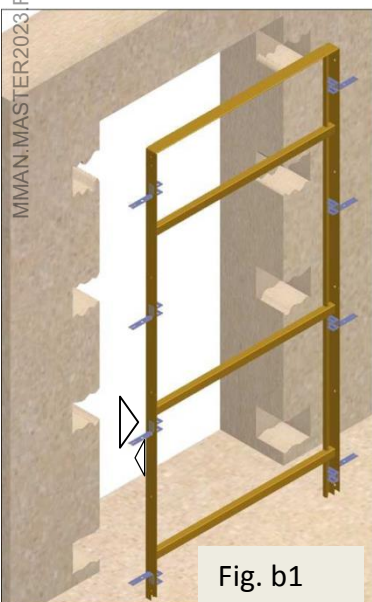

Fig. b1
- Predisporre lo scasso nel muro come indicato in fig. b1
- Mettere a piombo entrambe le spalle del falso, a livello la parte superiore e ad altezza definita di 1 m dal segno ►, come indicato in fig. b1 e b3, fissandolo provvisoriamente con cunei di legno.
- Prepare the wall seat as per fig. b1.
- Plumb both sides of the subframe, keep the level of the top beam and the mark at the defined height of one meter ►, as shown in the figure b1 and b3, fixing it temporarily with wooden wedges .
- Prédisposer le bâti comme indiqué en fig. b1.
- Mettre les deux montants du précadre bien d'aplomb, niveler la partie supérieure et mettre le repère à la hauteur définie de 1 m (►) comme l'indique la figure b1 e b3, en fixant le tout provisoirement avec des cales de bois.
- Mettere a piombo entrambe le spalle del falso, a livello la parte superiore e ad altezza definita di 1 m il segno, come indicato in fig. b1 e b3, fissandolo provvisoriamente con dei cunei di legno.
- Plumb the subframe, level up the upper part and at defined height of one meter, as shown in figures b1 and b3, fixing it temporarily with wooden wedges.
- Mettre les deux montants du précadre bien d'aplomb, niveler la partie supérieure et mettre le repère à la hauteur définie de 1 m comme l'indique la figure b1 e b3, en fixant le tout provisoirement avec des cales de bois.